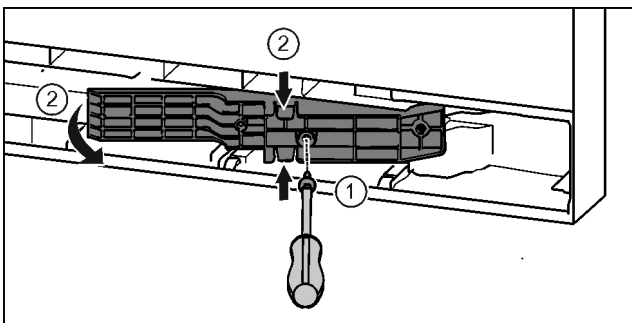

Fig. 20*
- ▶ Отпустить винты отверткой T15. Fig. 20 (1)
- ▶ Извлечь деталь адаптера. Fig. 20 (2)